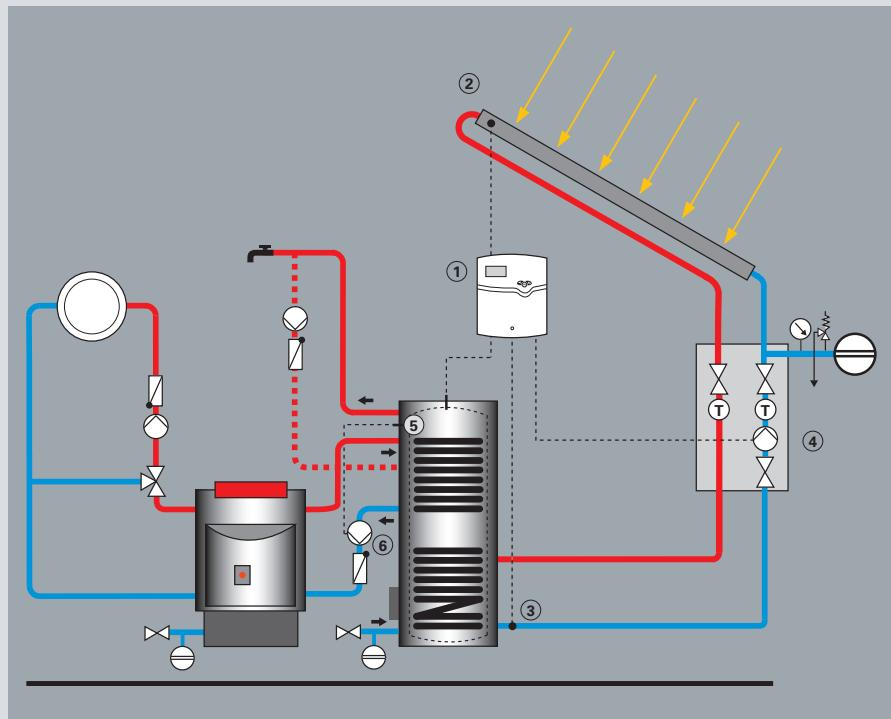

Fig. 29 : Production d'eau chaude sanitaire deux énergies avec des capteurs solaires et un préparateur d'eau chaude sanitaire deux énergies
Installation solaire équipée d'un préparateur deux énergies (fig. 29)
Le réservoir mixte est, comme dans les figures 29 et 30, alimenté par la chaudière si la température de l'eau primaire est inférieure à la consigne de la sonde placée en haut du réservoir (5).